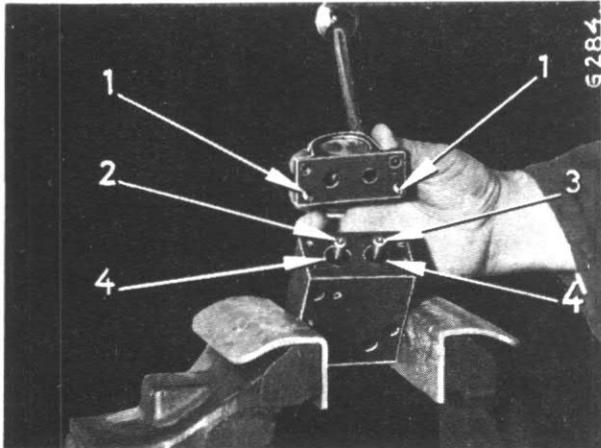
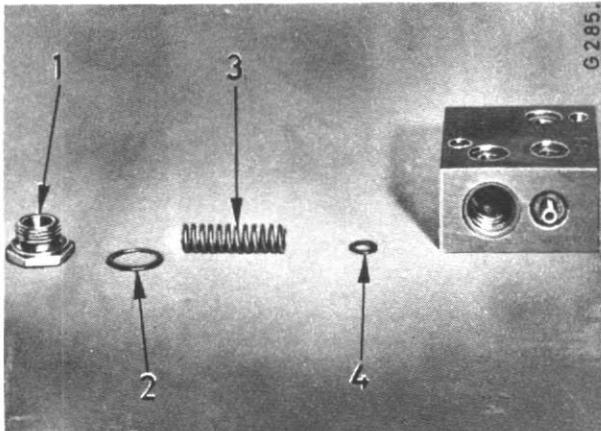
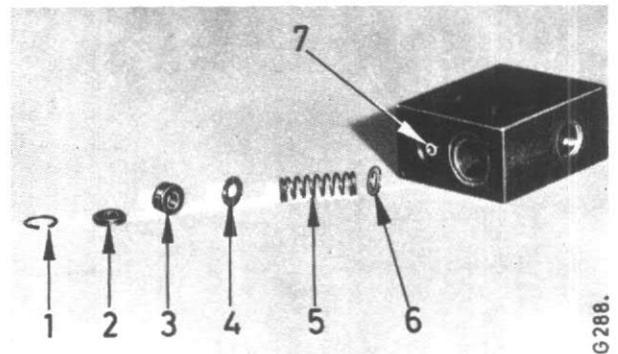
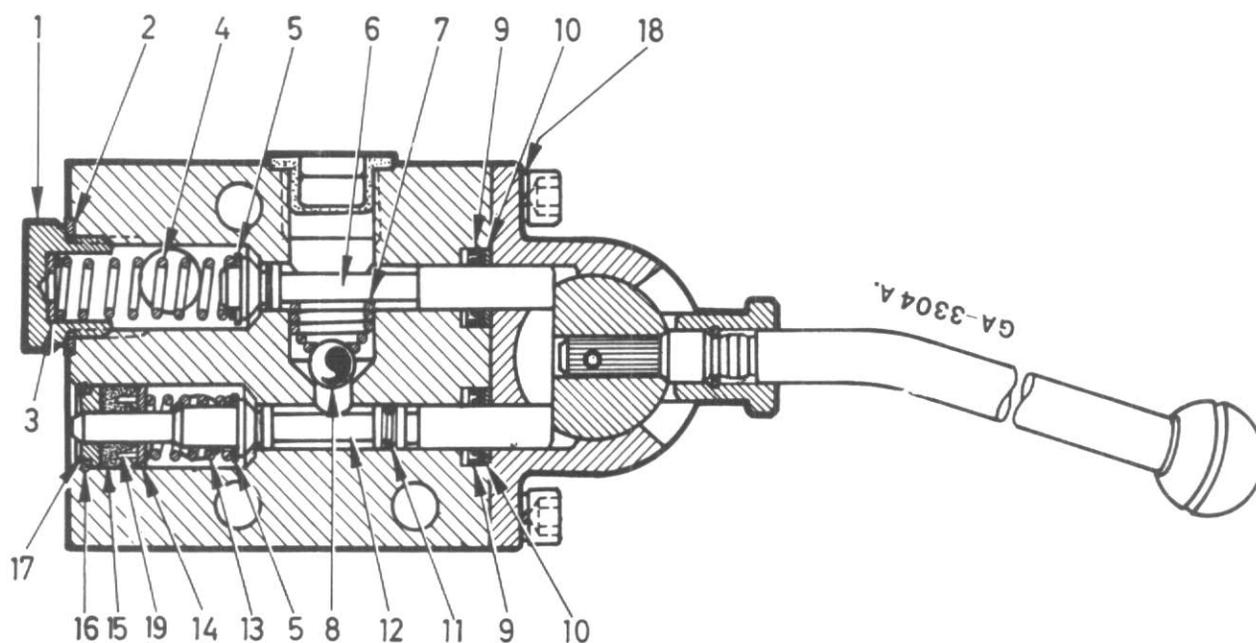

Fig. 84
Fig. 85
Fig. 88
Fig. 89
Dévissez les vis fixant la tête de la valve auxiliaire et déposez cette dernière avec le levier de commande (Fig. 84). Enlevez les rondelles situées sur les joints de tiges (4). Otez le bouchon inférieur, son joint, le ressort et la rondelle Grower (Fig. 85), afin de pouvoir déposer la tige de clapet (3).
Le démontage de l'autre tige de clapet (12, Fig. 89) nécessite l'enlèvement du jonc d'arrêt inférieur (16).
Poussez la tige de clapet (7, Fig. 88) avec un chasse-goupille parfaitement propre, afin de la séparer du corps de clapet (la tige offre une légère résistance en raison de la présence du joint torique, voir aussi (11, Fig. 89). Enlevez ensuite les joints de tige (4, Fig. 84).
NOTE : Les joints (10, Fig. 89) contenus dans la pochette réparation varient dans leur diamètre intérieur de 8,05 à 8,10 mm et de 8,25 à 8,30 mm. Cette gamme est exigée par les tolérances du diamètre de la tige de clapet.
Le remontage s'effectue essentiellement dans l'ordre inverse du démontage. La figure 89 peut servir de modèle pour aider à déterminer l'ordre de montage des pièces.
NOTE : En montant la tige de clapet (12, Fig. 89), n'oubliez pas d'écraser le joint torique (11) à l'aide d'un outil approprié pour le faire passer sans dommage sous l'alésage du clapet anti-retour (8).